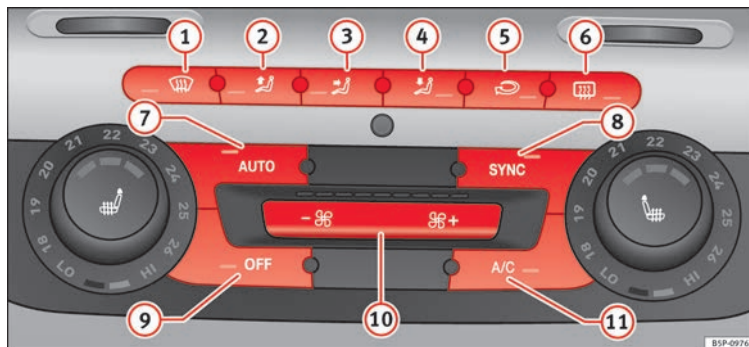

Fig. 120 Comandos do 2C-Climatronic no painel de instrumentos.
– Para ativar o modo manual pressionar um dos botões do » **Fig. 120** ① ao ⑤, ou pressionar os botões do ventilador ⑩. A função selecionada aparecerá no visor do rádio ou do navegador.
– Pressionar o botão ⑤ » **Fig. 120** ⑤, para ligar e desligar o modo de recirculação de ar. Está ligada se no visor é apresentado o símbolo ⑥.